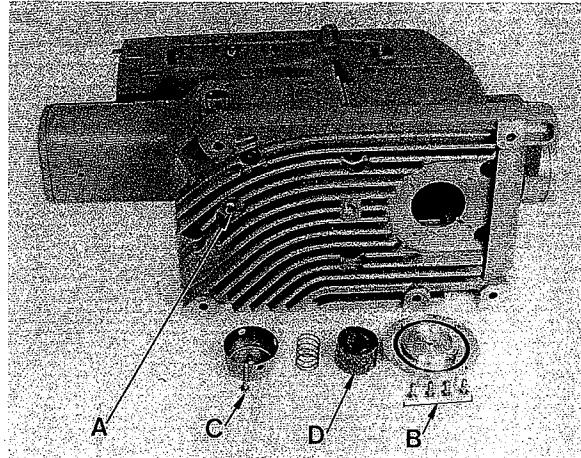
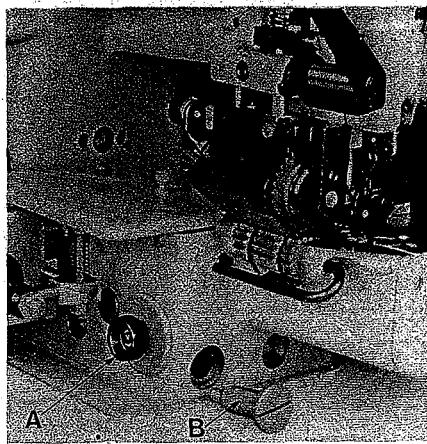

Fig.8
Fig. 9
The main oil filter (D, Fig. 8) and the oil filter (B, Fig. 9) have to be cleaned in petroleum at every oil change.
The main oil filter (D, Fig. 8) is accessible by loosening screw (B) and (C). The oil filter (B, Fig. 9) can be removed by turning it counter clockwise.
For the daily cleaning of machine, remove the cover (A, Fig. 9).
Der Hauptölfilter (D, Fig. 8) und der Ölfilter (B, Fig. 9) müssen bei jedem Ölwechsel in Petroleum gereinigt werden.
Der Hauptölfilter (D, Fig. 8) ist nach Lösen der Schrauben (B) und (C) zugänglich. Der Ölfilter (B, Fig. 9) wird durch Drehen im Gegenurzeigersinn entfernt.
Für die tägliche Reinigung der Maschine entfernen Sie den Verschluß-Stopfen (A, Fig. 9).